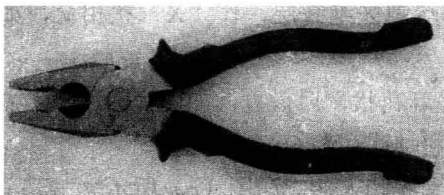

图 1-1-7 钢丝钳
③ 使用螺丝刀的安全知识
① 电工钢丝钳的构造和使用 如图 1-1-7 所示，电工钢丝钳由钳头和钳柄两部分组成。钳头由钳口、齿口、刀口和侧口四部分组成。钳口用来弯绞和钳夹导线线头；齿口用来紧固或起松螺母；刀口用来剪切或剖削软导线绝缘层；侧口用来侧切电线线芯、钢丝或铅丝等较硬金属丝。
② 使用电工钢丝钳的安全知识